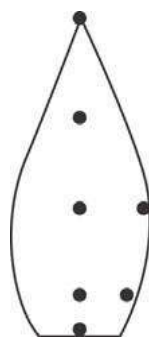

Рис. 1. Точки измерения температуры пламени
- Зажгите спиртовку. Когда показания стабилизируются, запишите значение температуры на схеме пламени (рис. 1).